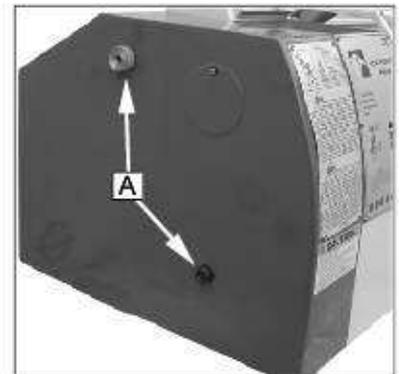

Fig. 19
1. Retirez les deux vis de fixation (B, Fig. 19) et retirez la protection.